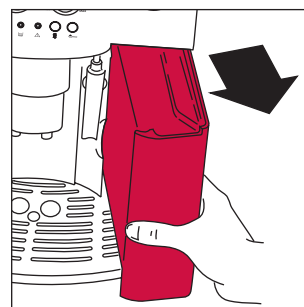

Fig.1
- Estrarre il serbatoio dell'acqua (fig. 1), sciacquarlo e riempirlo con acqua fresca senza superare la linea MAX. Quando si estrae il serbatoio, il cappuccinatore deve essere sempre posizionato verso il centro della macchina altrimenti ne impedirebbe l'estrazione.